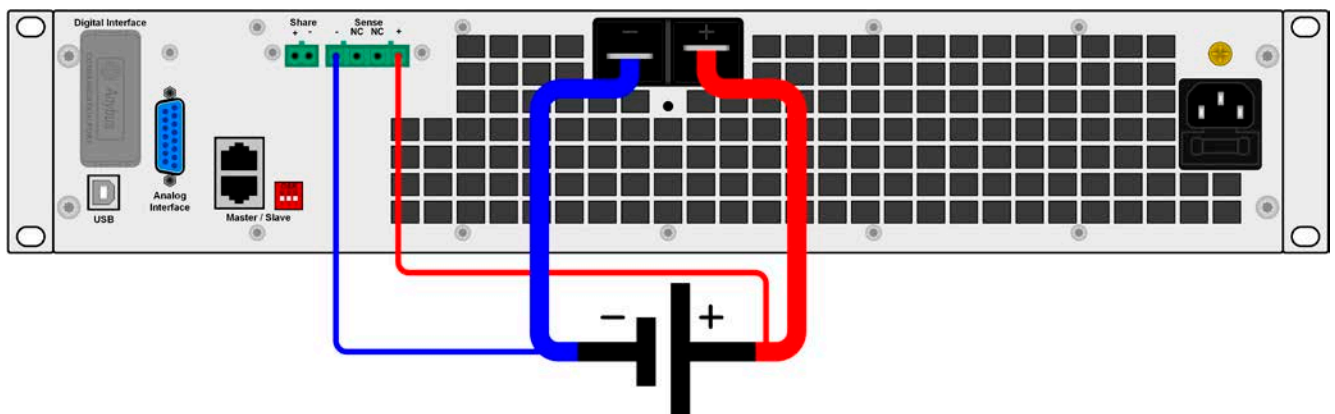

Bild 7 - Prinzip der Fernfühlungsverdrahtung
- Die Fernfühlung ist nur im Konstantspannungsbetrieb (CV) wirksam und der Fernfühlungsanschluß sollte möglichst nur solange angeschlossen bleiben, wie CV benutzt wird, weil die Schwingneigung des Systems durch Verbinden der Fernfühlung generell erhöht wird.
- (+) Sense darf nur am (+) der Quelle und (-) Sense nur am (-) der Quelle angeschlossen werden. Ansonsten könnte die elektronische Last beschädigt werden. Siehe auch Bild 7.